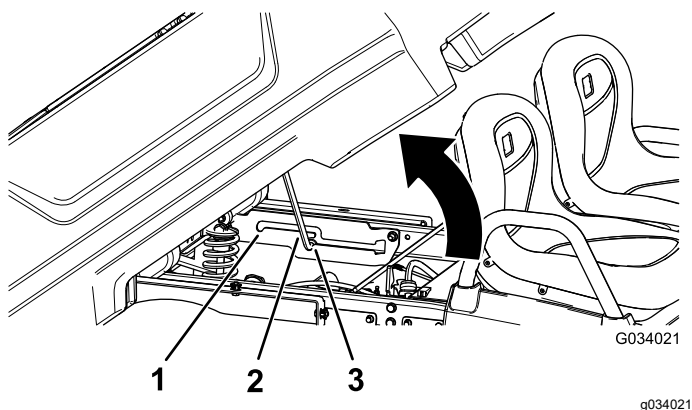

Bild 12
2. Ziehen Sie die Stützstange in den Arretierungsschlitz für die Entleeren-Stellung, um die Ladepritsche für das Entleeren zu arretieren (Bild 12).
2. Ziehen Sie die Stützstange in den Arretierungsschlitz für die Wartungsstellung, um die Ladepritsche für die Wartung zu befestigen (Bild 12).
2. Schieben Sie die Stützstange aus dem Arretierungsschlitz heraus (Bild 12).